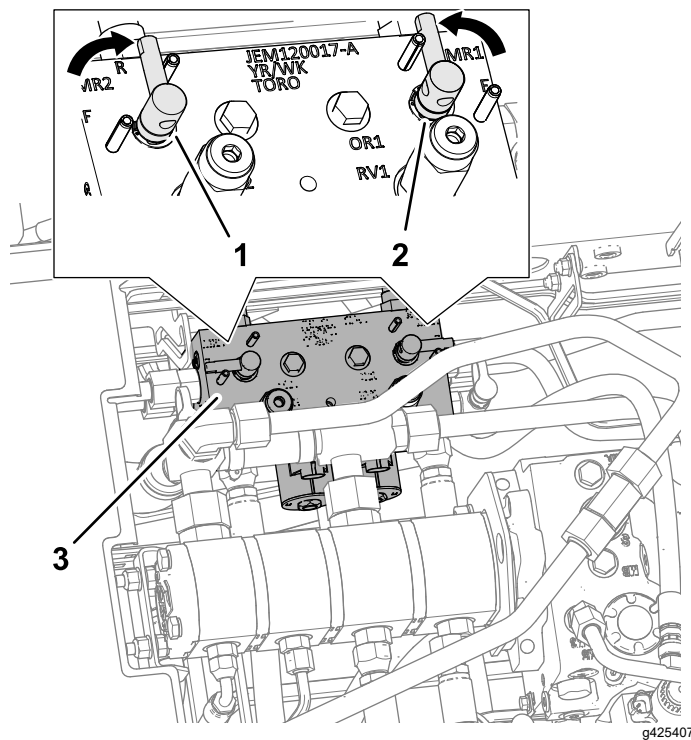

Figura 109
4. Destrave e eleve o assento para expor o coletor de segadeira (Figura 109).
5. Mova as alavancas de afiação para a posição R (afiação) (Figura 109).